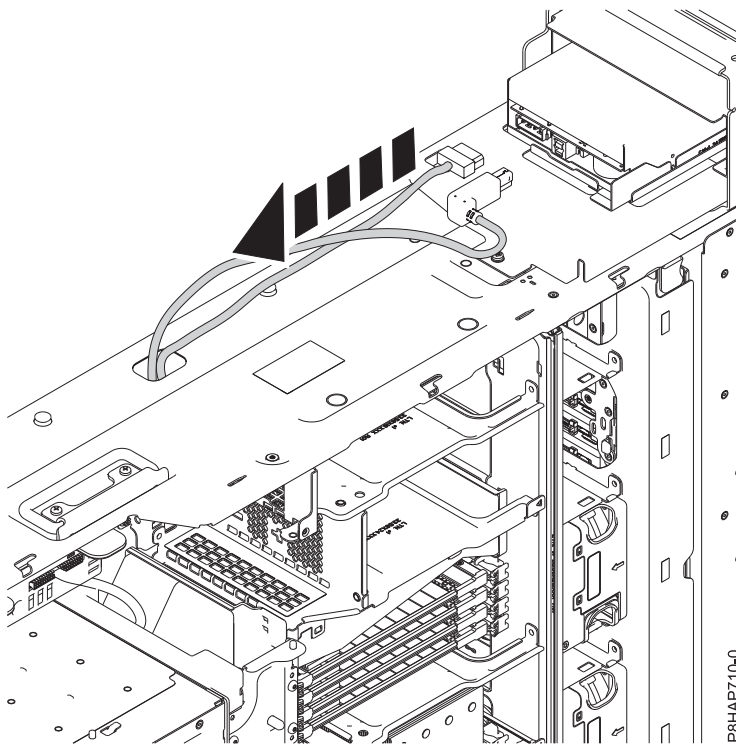

図 65. 内部 RDX ドッキング・ステーション (FC EUA3) からの USB ケーブルおよび電源ケーブルの取り外し
2. 電源ケーブルを内部 RDX ドッキング・ステーション (FC EUA3) の背面から取り外します。図 65 を参照してください。